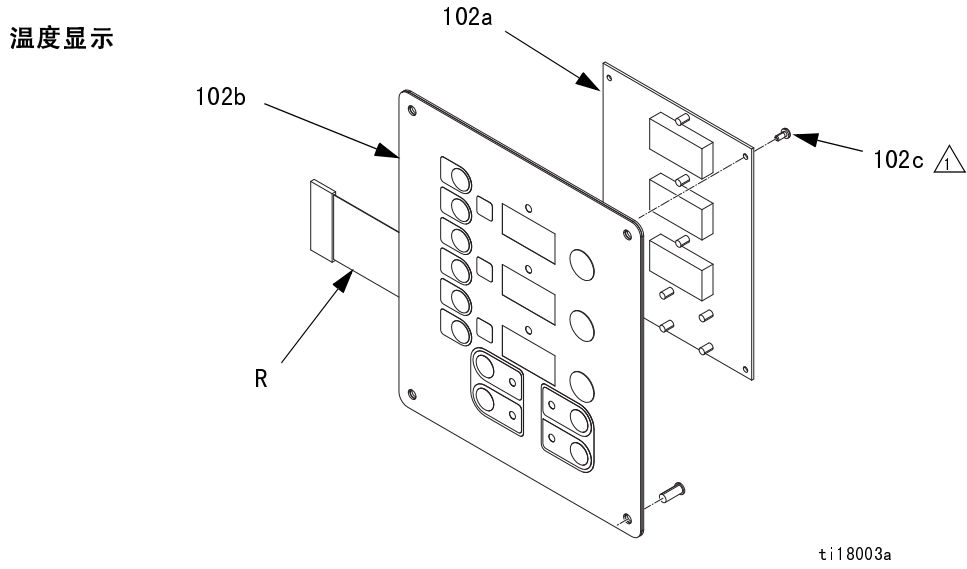

图 15. 显示模块
5. 从显示模块的左下角断开主显示电缆 (106) 的连接，请参见图 15。
6. 卸下螺钉 (116) 和盖 (105)；请参见图 15。
7. 断开温度显示窗 (102) 背面的电缆连接器。请参见图 15。
8. 从显示窗的背面断开带状电缆 (R) 的连接，请参见图 15。
9. 卸下螺母 (103) 和面板 (101)。
10. 拆开显示板，请参见图 15 中的详图。
12. 按相反次序重新组装，请参见图 15。在所示位置涂抹中等强度的螺纹密封剂。一定要用螺钉 (107) 将显示电缆的接地接线 (G) 牢固固定在电缆套和盖 (105) 之间。